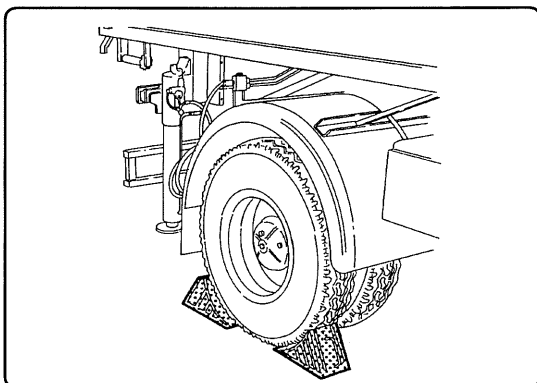

fig. 6.23.1
- 1** Bloccare il veicolo nella posizione più conveniente con il freno di stazionamento e mettere le calzatoie sotto le ruote motrici (fig. 6.23.1 pag. 6.23).
- 1** Lock the vehicle in the most convenient position with the parking brake and place the wedges under the driving wheels (fig. 6.23.1 page 6.23).